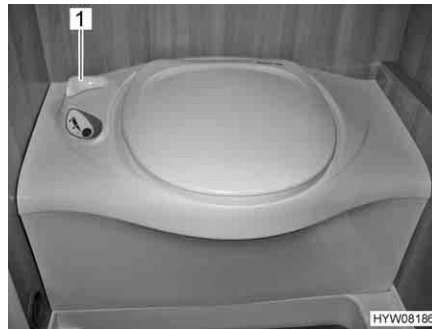

Fig. 183 Toilette Thetford
- Prima di tirare l'acqua, aprire il cursore della toilette Thetford. A tal fine ruotare la leva del cursore (Fig. 183,1) in senso antiorario.
- Dopo aver tirato l'acqua chiudere il cursore. Ruotare la leva del cursore (Fig. 183,1) in senso orario.